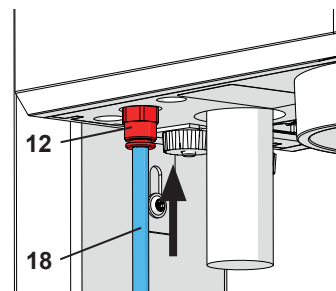

Bild 5-a
! I tidigare apparater är ingångsfiltret (13) placerat utanför apparaten (bild 5-b). Tryck i så fall tryckluftsslangen (18) in i ingångsfiltret (13). Ett litet motstånd måste övervinnas märkbart.